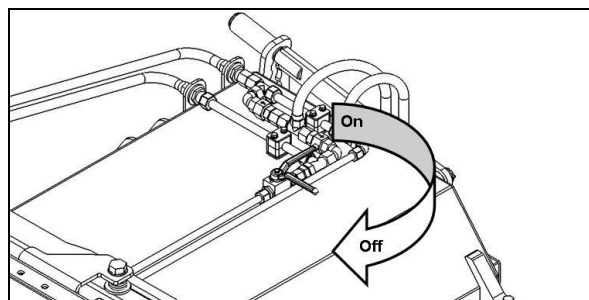

Fig. 4.7
- Sammelbehälters (Fig.4.7) schließen.